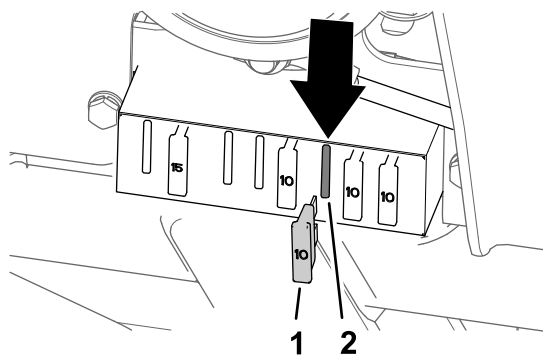

图17
2. 从右起第 3 个位置上保险丝盒内的插槽取出 10A 保险丝图17。
3. 将 10A 保险丝插入右起第 3 个位置上保险丝盒内的插槽中图17。